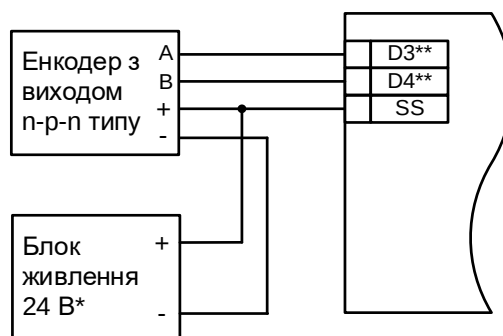

Рисунок 5.10 – Схема підключення енкодерів н-р-п типу
- АВ енкодер типу n-p-n (див. рисунок 5.10).